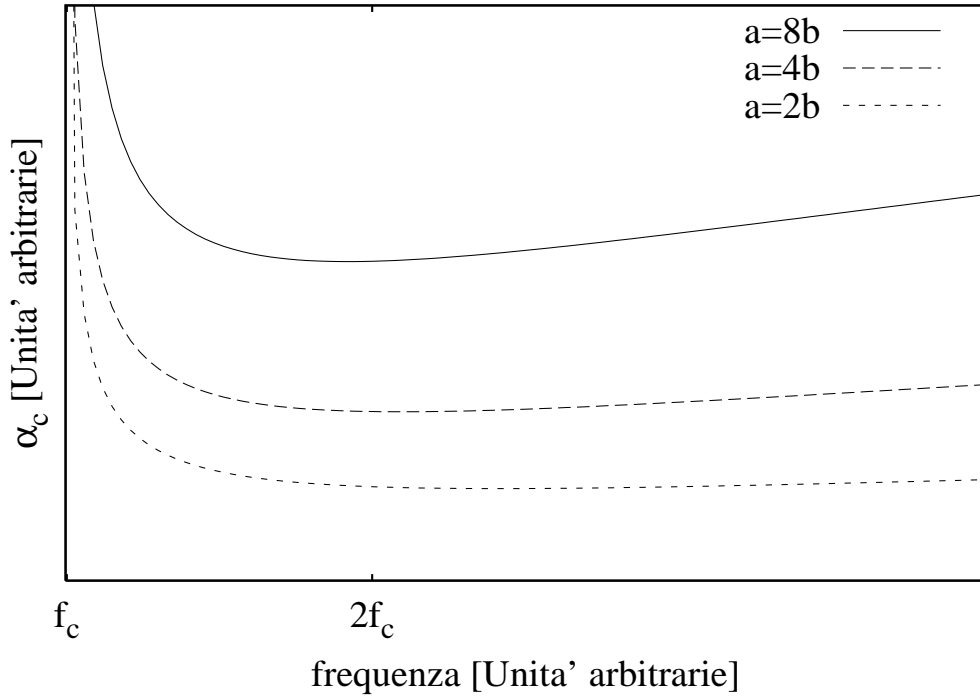

Fig.9: Andamento della attenuazione in una guida al variare della frequenza.
L'andamento in frequenza di α_c è quello riportato in Fig. 9 *, per vari valori del rapporto a/b .
Dalla Fig. 9 si vede che l'attenuazione aumenta al diminuire di b a causa del fattore $1/b$ a denominatore della (188). Per il resto la dipendenza da b è soprattutto a basse frequenze. Tutte le curve riportate hanno un minimo, per una frequenza dipendente da b , ma per b non troppo piccolo, l'attenuazione è costante in tutta la banda utile ($1.15f_c, 0.85(2f_c)$). La Fig. 9 mostra però anche chiaramente perchè le guide non si usano per f prossima a f_c : in tale regione le perdite dovute al conduttore diventano molto grandi. Per $b = a/8$ la regione utilizzabile inizia intorno a $f = 1.4f_c$ e non intorno al valore di $f = 1.15f_c$ come negli altri casi.